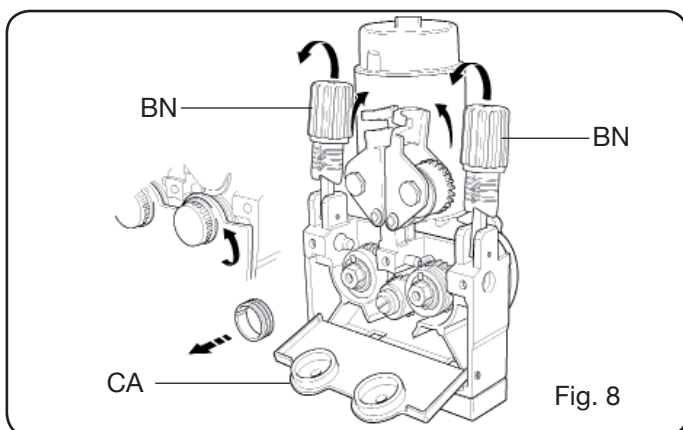

Fig. 8
- Kontrollera att rullarnas spår överensstämmer med diametern på den tråd som används. För eventuellt byte gör som följer (Fig. 8):